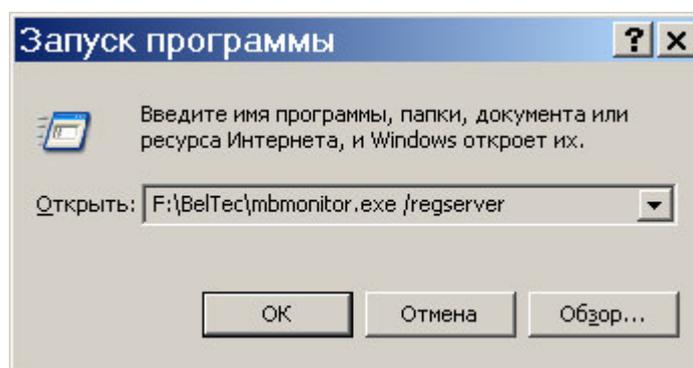

Рис. 2
- Произвести регистрацию сервера, вписав название папки в строке «Открыть» окна «Запуск программы». В примере на **Рис. 2** используется рабочая папка “F:\BelTec”